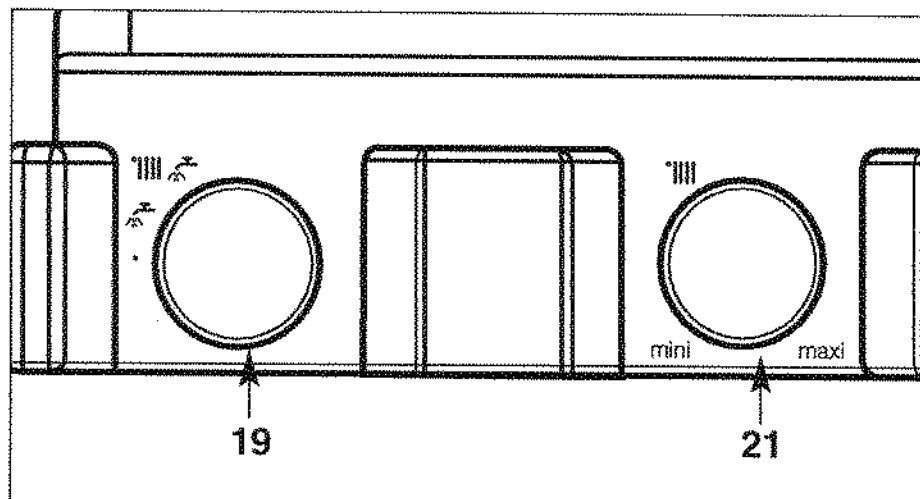
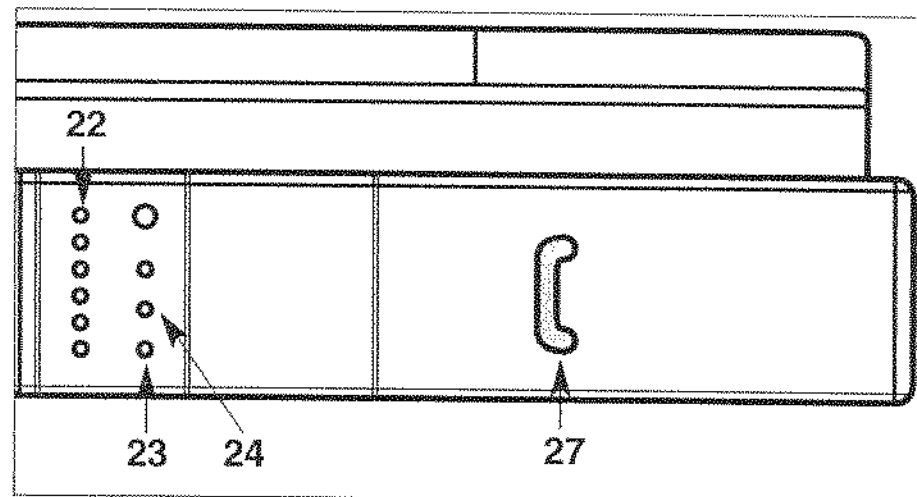

Fig. 23
Fig. 24
- Placez le commutateur "19" (fig. 23) en position «  » voyant vert "23" allumé ; le voyant orange "24" (fig. 24) s'allume chaque fois que le brûleur entre en fonction.
Le bouton de réglage du chauffage "21" «  » (fig. 23) donne la possibilité d'ajuster la température de l'eau du circuit de chauffage en fonction des besoins saisonniers.
L'indicateur "22"  (fig. 24) affiche cette température.
- Placez le commutateur "19" en position arrêt «  » (extinction du voyant vert "23" (fig. 24)).
*Ne pas oublier de le rouvrir en début de saison de chauffage, lorsque l'on replace le commutateur "19" (fig. 23) en position «  ».*